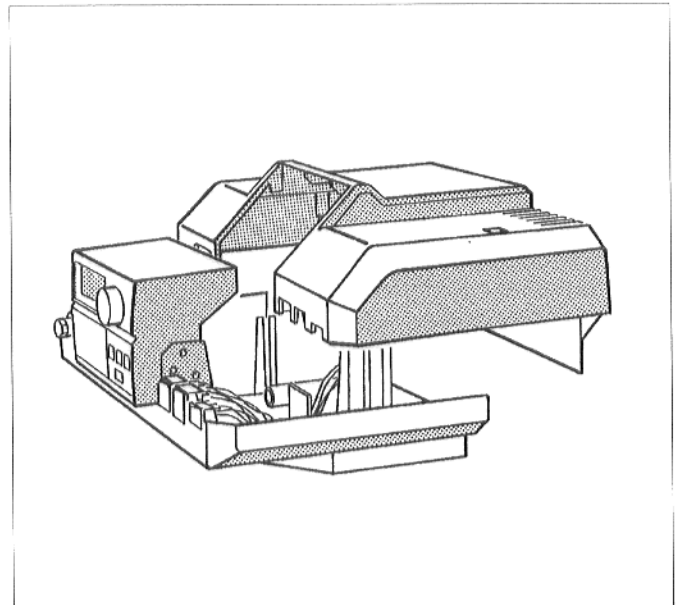

Fig. 17 : mettre le couvercle de protection des bornes en place
- Remettre le couvercle de protection des bornes en place par l'arrière et le visser à l'appareil de régulation (fig. 17).